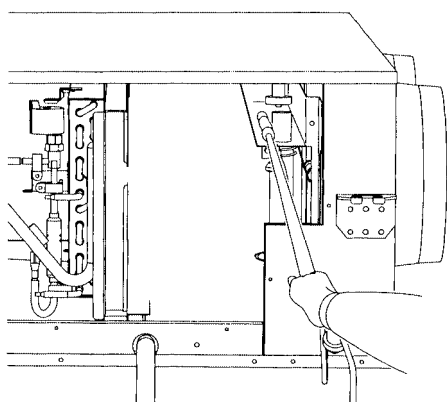

Рис. 5
7. Закрепите тряпку на конце палки длиной не менее 85 см, и вытрите загрязнения на внутренней стороне бачка. (Рис. 5)